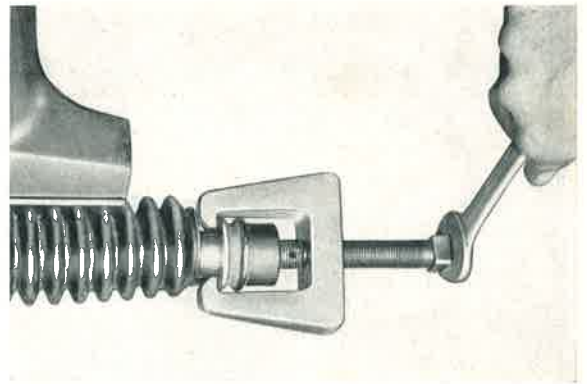

Bild 511: Die Lenkhebel beider Ausführungen werden mit dem gleichen Abzieher abgezogen, mit dem auch die Kugelbolzen der Spurstangen abgezogen werden.
4. Lenkhebel abziehen (Abziehvorrichtung WO 9, Maulschlüssel 17 mm) (Bild 511).